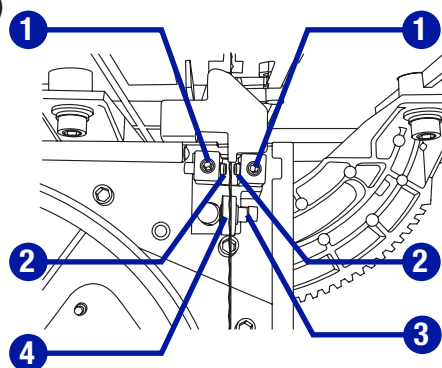

Fig. 20
**RÉGLAGE DU GUIDE-LAME INFÉRIEUR (Fig. 20)**
- Desserrez les vis (1) pour éloigner les goupilles du guide (2) des côtés de la lame.
- Desserrez les boulons barillets (3) et réglez le roulement à billes (4) afin que la partie arrière de la lame soit éloignée de 0,002 po du roulement à billes.